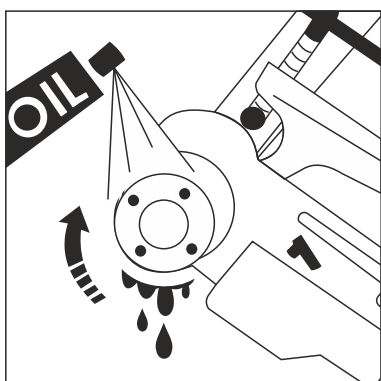

Рис. 4
5.4 При нарезании резьбы необходимо обильно смазывать зону резания смазочно-охлаждающей жидкостью (СОЖ), рис. 4 – это продлит срок службы резьбонарезных головок.